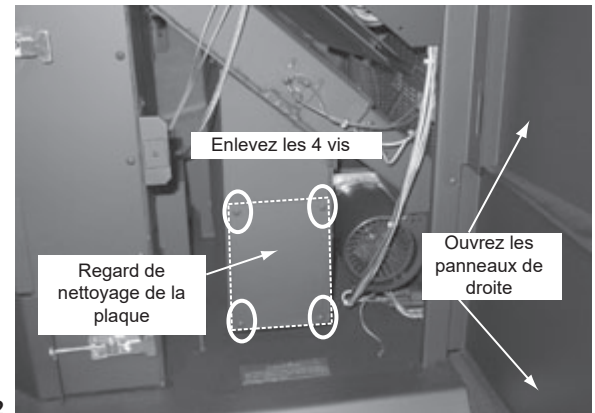

Figure 22.2
- a. Ouvrez les panneaux latéraux de droite inférieurs et supérieurs (**Figure 22.2**).
- b. Utilisez un tournevis à tête cruciforme pour enlever les 4 vis fixant la butée de porte au cadre de montage, et mettez-les de côté (**Figure 22.2**).